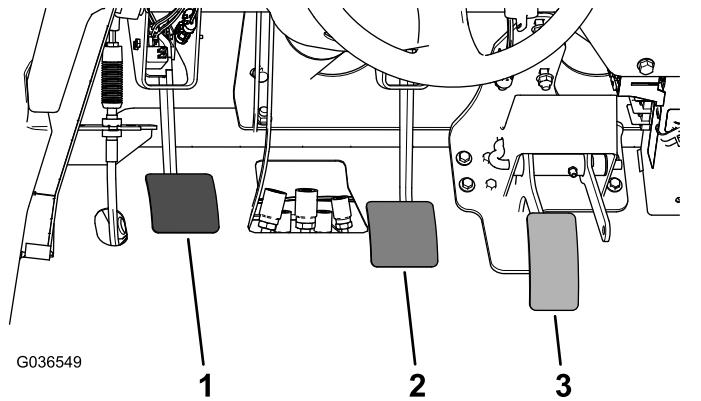

Figure 61
- 2. Soulevez la pédale de frein (Figure 61) jusqu'à ce qu'elle touche le cadre.
- 3. Desserrez les écrous de blocage qui fixent la chape à l'arbre du maître-cylindre (Figure 61).